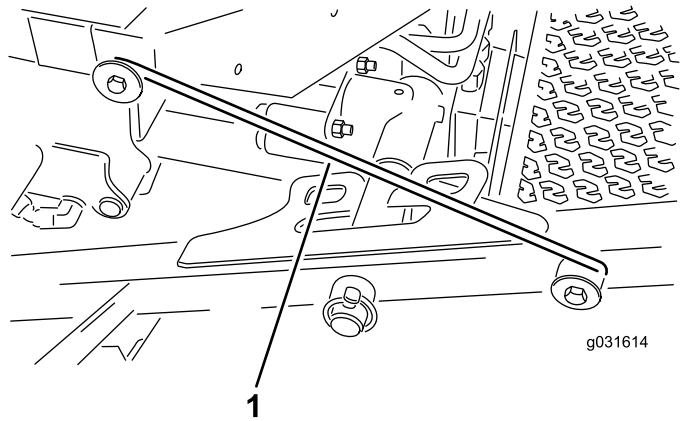

Figure 26
4. Dégagez la barre de verrouillage de son point d'accrochage sur le bâti porteur avant (Figure 26).
5. Soulevez l'extérieur des unités de coupe avant et placez le verrou sur la goupille du bâti à l'avant de la plate-forme de l'utilisateur (Figure 26).